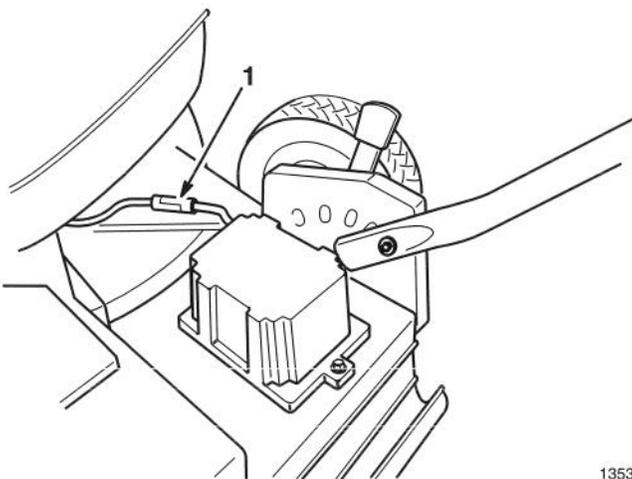

Figure 40
2. Débrancher les fils de connexion du moteur du démarreur à la batterie (Fig. 40).